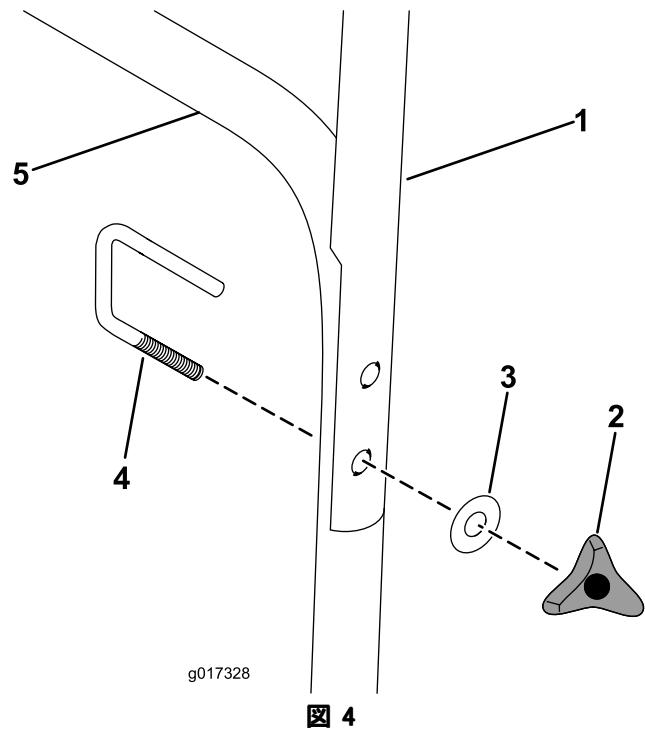

図 4
4. 上下のハンドルの穴を揃える (図 4)。
5. 上下のハンドルに U ボルトを通し、ワッシャとノブでこのU ボルトを固定する (図 4)。